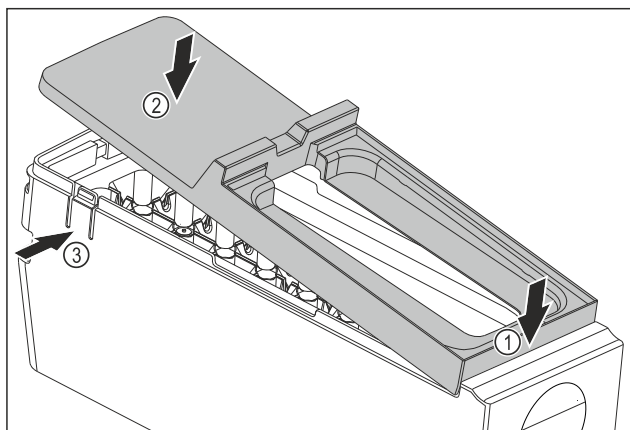

Fig. 77
- Смонтируйте крышку корпуса EasyTwist-Ice: Установите крышку спереди. Fig. 77 (1)
- Опустите крышку сзади. Fig. 77 (2)
- ▷ Крышка со щелчком фиксируется в накладках Fig. 77 (3).